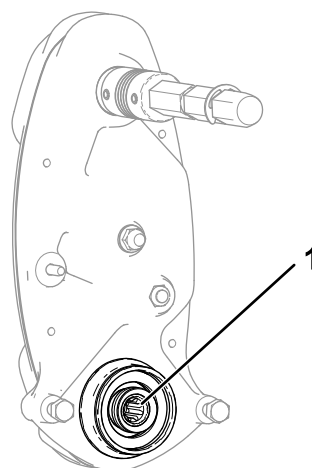

Рисунок 14
3. Перевірте наявність мастила на внутрішній частині приводного вала барабана (**Рисунок 14**).